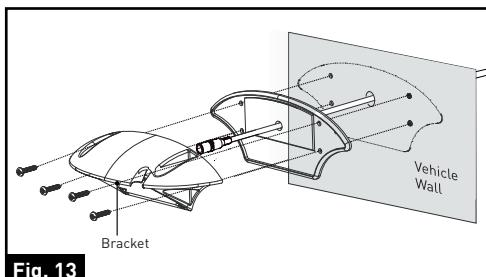

Fig. 13
- Fije la empaquetadura y el soporte al vehículo con cuatro tornillos autorroscantes de cabeza plana de $\frac{3}{4}$ ". Asegúrese de que el cable de alimentación de la cámara no esté envuelto o extruido. (Fig. 13)